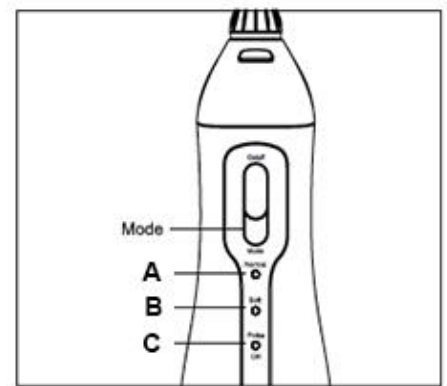

Fig. 5
*Note : Il est toujours possible de changer de mode pendant le fonctionnement de l'appareil. (Fig. 5)*
### Les différents modes d'utilisation (Fig. 5)
6. Diviser la bouche en 4 sections pour maximiser l'efficacité du nettoyage. Commencer par la section 1 (par exemple) puis 2 puis 3 etc. (Fig. 5) et brosser chaque section pendant 30 secondes.